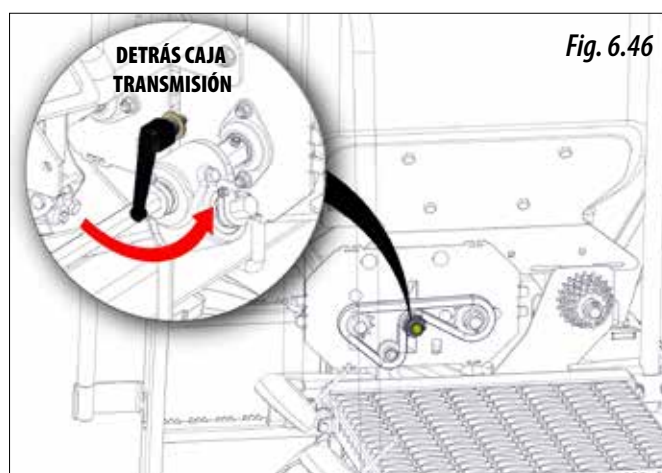

Fig. 6.46
- 2- Sacar la cadena, para ello aflojar el piñón tensor mediante la maneta ubicada en la parte posterior de la caja (Fig. 6.46).